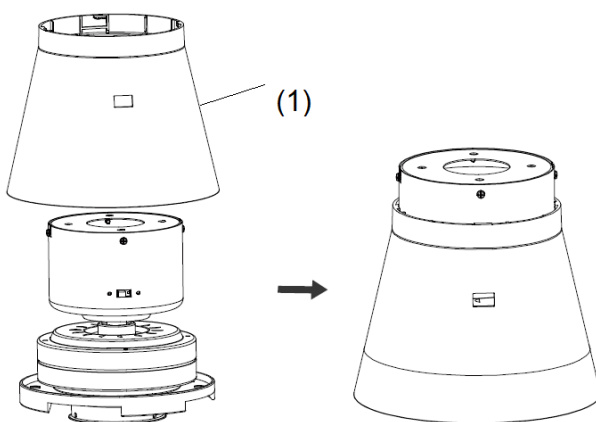

Fig. 3
- Installare la calotta dell'unità motore (1) sull'unità motore (Fig. 3).